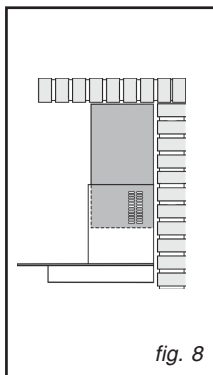

fig. 8
- Pour la version évacuation retournez la cheminée supérieure de façon à ce que les ouies d'évacuation d'air soit dans la partie du bas (Fig. 8).